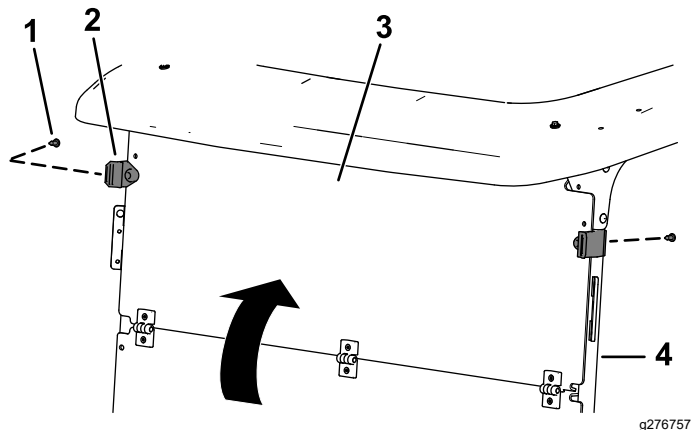

図 7
2. ウインドシールドを開いて上部を日よけサポートチューブに固定するゴム製クランプ2個と短いプラスチック製リベット2本をで下の穴に固定する図7。